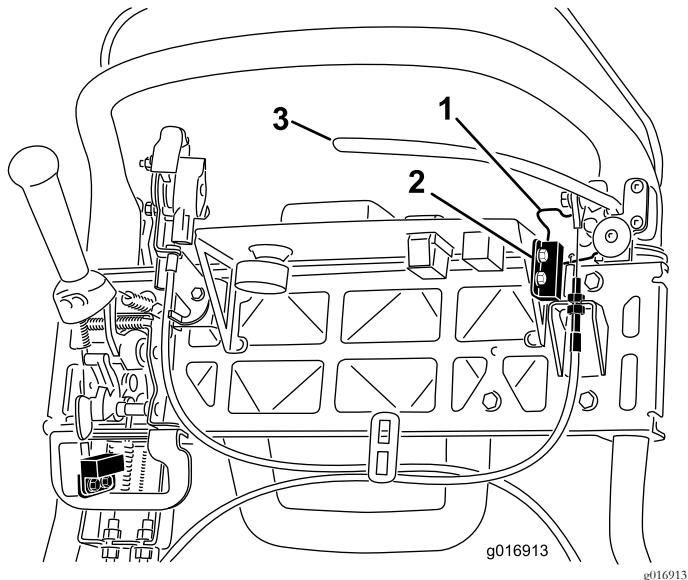

Bild 45
- Lösen Sie die Befestigungsschrauben des Sicherheitsschalters (Bild 45).
- Legen Sie eine 1,6 mm dicke Beilagscheibe zwischen den Feststellbremsriegel und den Sicherheitsschalter (Bild 45).
- Lösen Sie zum Erhöhen der Kabelspannung die obere Kabelklemmmutter und ziehen die untere an (Bild 45), bis eine Kraft von 156 N zum Lösen des Feststellbremsriegels auf den Bremshebel aufgebracht werden muss.